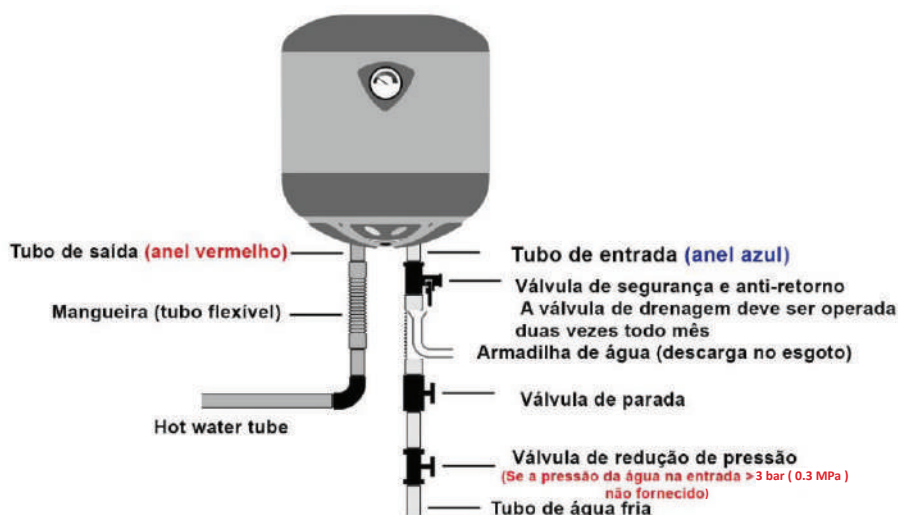

Fig. 3.3
(O procedimento para uma correcta instalação está ilustrada em baixo, verificar também fig.3.3).
3.3.4- A água deve gotear do tubo de descarga da válvula de segurança, portanto o tubo deverá ficar livre ao ambiente, e deverá ser instalada a válvula com o tubo virado para baixo. (Ver fig.3.3)
3.3.5- Conectar uma mangueira de boa qualidade (flexível) á saída da válvula de segurança e conectar a outra extremidade á fonte de alimentação de água. Verifique que a pressão da fonte de alimentação de água não deve exceder os 3Bars. Se exceder este nível será necessário instalar uma válvula redutora de pressão. (Ver fig.3.3)
3.3.6-Conectar outra mangueira de igual qualidade à rede de água quente, e conectar a outra extremidade ao tubo de água quente do termoacumulador (marcado com anilha vermelha) . (Ver fig.3.3)
- Accione a patilha de descarga da válvula de segurança (fig.3.3 & fig.3.3.3).
Certifique-se que a unidade de descarga está ligada a um escoamento de água (sanita, banheira etc.) como indica na (fig.3.3). A parte eléctrica só pode ser conectada após novo enchimento do aparelho.